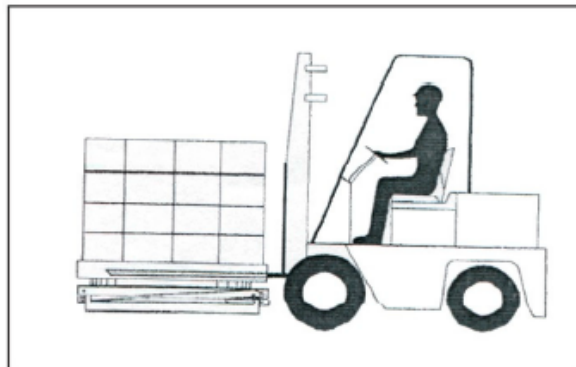

Fig. 10. Lastning med gaffeltruck.
Vid lastning på pallbordet: sänk gafflarna helt innan gaffeltrucken backas ut. Lastpallen måste vara helt upplagd på pallbordet annars kan gods falla av när gaffeltrucken förflyttas. Risk för skada på pallbord eller person. Fig. 10 sid 11 visar korrekt lastning vid användning av gaffeltruck.
1. Placera lastpallen på pallbordet och sänk gafflarna. Innan lasten lossas kontrollera att det är pallbordet som bär lasten och inte gaffeltrucken. Se Fig. 10 sid. 11.